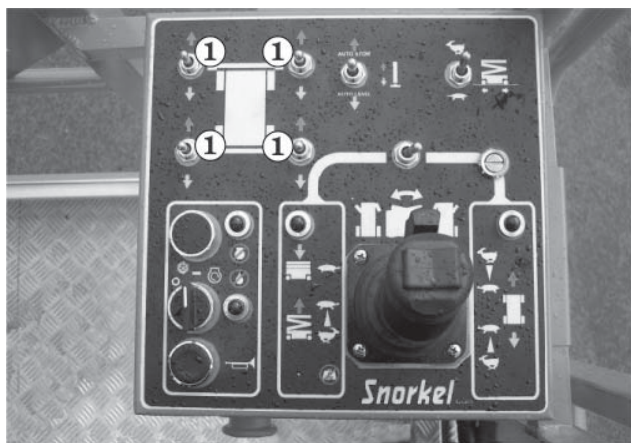
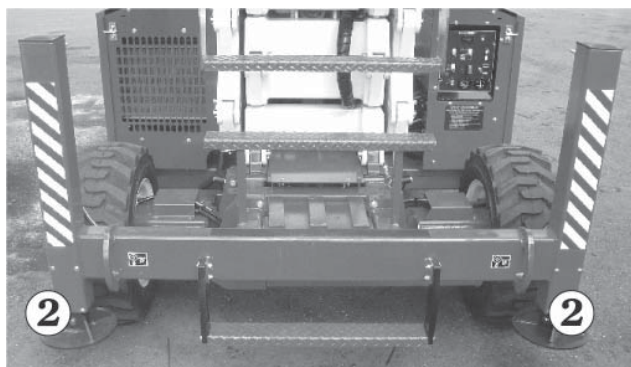

Abb. 8.20
Abb. 8.21
2. Die **Stabilisatoren**-Schalter ① (siehe Abbildung 8.20) hintereinander nach hinten ziehen und halten, bis alle vier Stabilisatorenfüße ② (siehe Abb. 8.21) den Boden berühren.